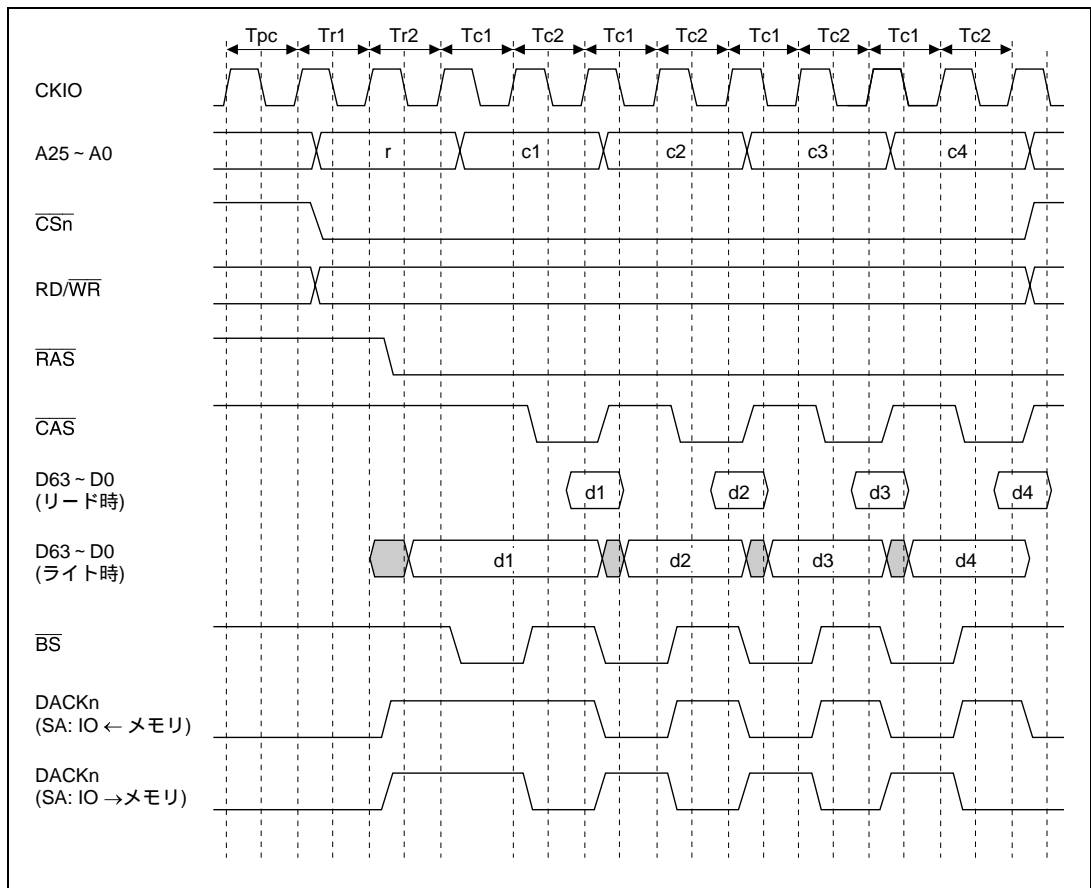

図 13.20 (1) RAS ダウンモード開始時の DRAM バーストバスサイクル
このタイミングチャートを図 13.20 (1)、図 13.20 (2)、図 13.20 (3)、図 13.20 (4) に示します。